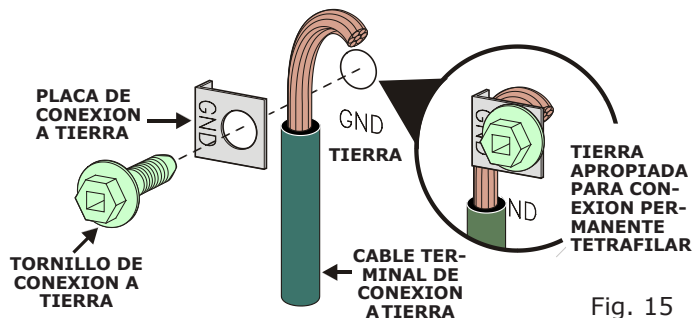

Fig. 15
4. (Conexión permanente tetrafilar SOLAMENTE) Conecte el alambre terminal de puesta a tierra (Verde) al marco del electrodoméstico usando el tornillo y la placa de conexión a tierra, como se muestra en la Fig. 15. Asegúrese de instalarlo usando el mismo agujero del marco donde estaba originalmente instalado el tornillo de tierra.